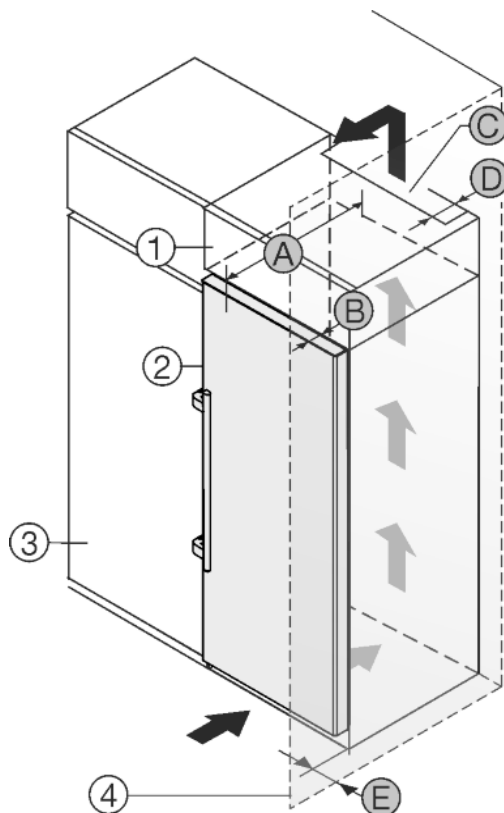

Fig. 24
A készüléket körbe lehet építeni konyhaszekrényekkel. Rá lehet szerelni egy rátét szekrényt *Fig. 24 (1)*, hogy a készüléket *Fig. 24 (2)* a konyhabútorok magasságához igazítsa.
A készüléket közvetlenül a konyhaszekrény *Fig. 24 (3)* mellett is felállíthatja. Ahhoz, hogy az ajtókat teljesen ki tudja nyitni, a készüléknek a konyhaszekrény elülső oldalához képest legalább a mélységnek *Fig. 24 (B)* megfelelően ki kell állnia. A konyhaszekrények mélységétől és a fali távolságtartók használatától függően a készülék nagyobb mértékben is kiállhat.
- A rátét szekrény hátoldalán egy mélységű *Fig. 24 (D)* szellőző aknát kell a rátét szekrény teljes szélességében kialakítani.
- A mennyezett alatt be kell tartani a szellőző keresztmetszetet *Fig. 24 (C)*.
Mikor a készüléket a csuklópántokkal egy fal *Fig. 24 (4)* mellett állítja fel, akkor a készülék és a fal közti távolságot *Fig. 24 (E)* be kell tartani. Ez nyitott ajtó esetén megfelel a fogantyú túlnyúlásának.